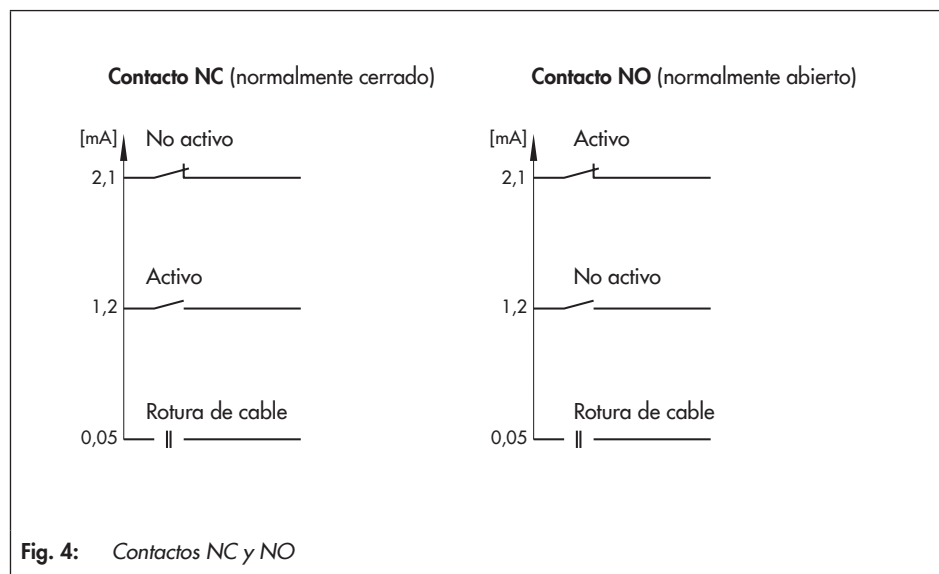

Fig. 4: Contactos NC y NO
Estos contactos se pueden configurar como normalmente cerrados (NC) o normalmente abiertos (NO), ver Fig. 4 y cap. 8.5.